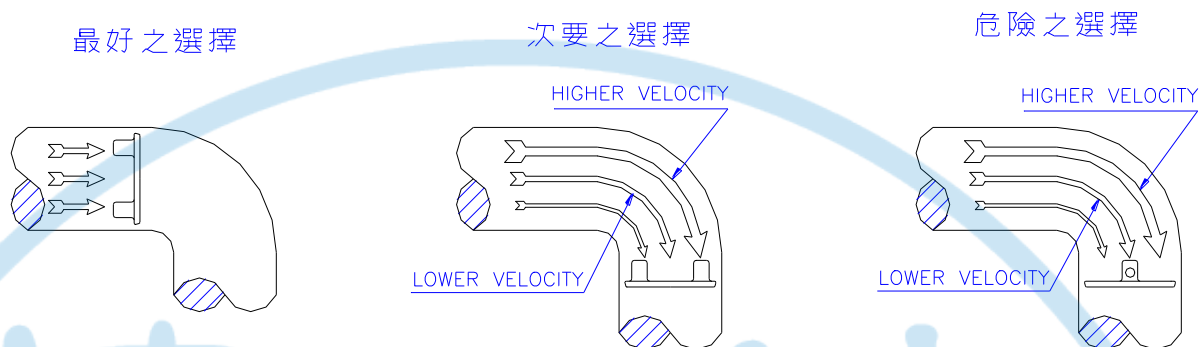

Fig.7
7.7 閥門裝置於管路彎管之位置時，須考量彎管內流體之流速對閥瓣的影響，進而影響操作扭力。參考附圖(Fig.7)。